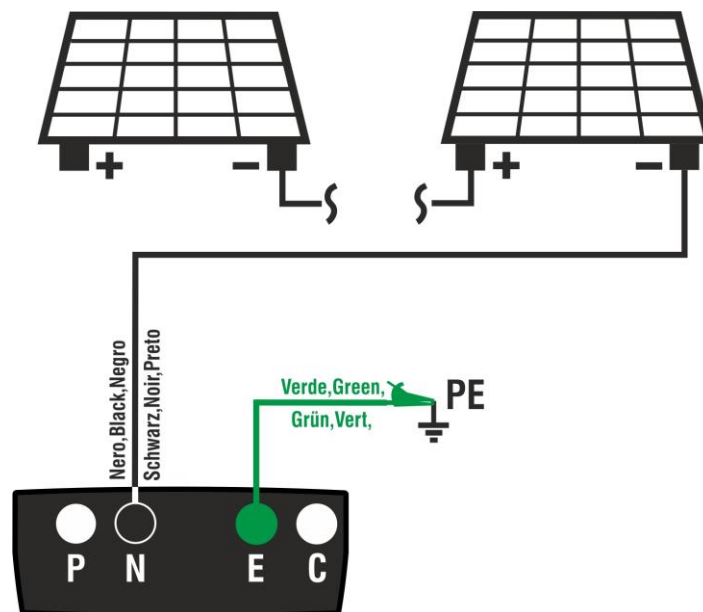

Fig. 8: Collegamento strumento per misura di isolamento in modo TMR
8. Collegare lo strumento alla stringa FV in prova come mostrato in Fig. 8. **La prova può essere eseguita anche su più stringhe in parallelo fra loro. Si ricorda che occorre sezionare anche eventuali scaricatori connessi ai cavi della stringa/stringhe e che è consigliabile eseguire la misura a monte di eventuali diodi di blocco**